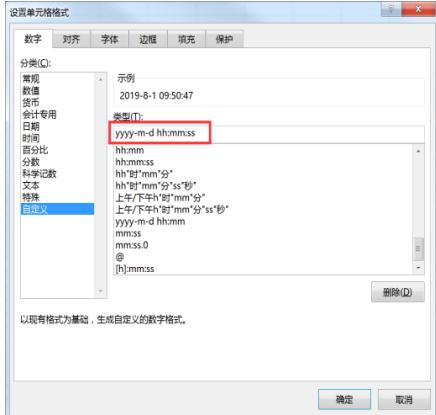

图7-1-5 自定义时间格式
1. 需要将时间字段TIME修改格式，选中时间行列，鼠标右击选择“设置单元格格式”，在打开的设置单元格格式窗口左侧选择“自定义”，在红色框中请输入：yyyy-m-d hh:mm:ss。如图7-1-5所示。